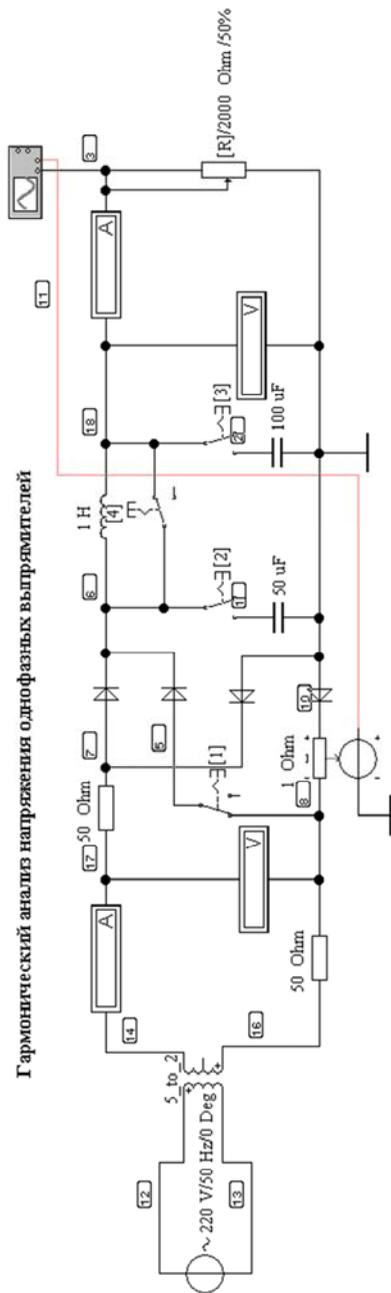

Рис. 19.6. Гармонический анализ напряжения однофазных выпрямителей (файл **rs_four1.ewb**)
2. Изучить высшие гармоники в кривой выпрямленного напряжения однофазных выпрямителей (файл **rc_fourie.ewb**, рис. 19.6).